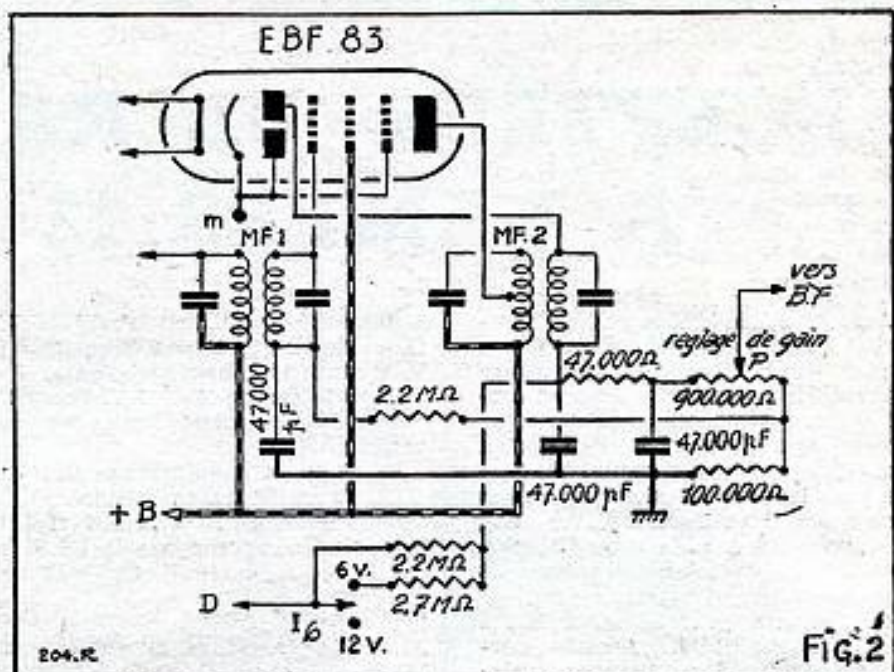

Fig.2
B) Etage moyenne fréquence (fig. 2)